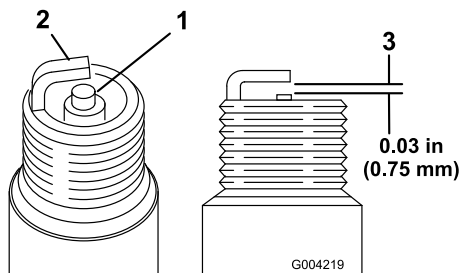

Figura 37
1. Controllare il centro delle candele (Figura 37). Se l'isolatore è marrone chiaro o grigio, il motore funziona correttamente. Una patina nera sull'isolatore significa in genere che il filtro dell'aria è sporco.
2. Controllare la distanza tra gli elettrodi centrale e laterale (Figura 37).
3. Se la distanza non è corretta, piegare l'elettrodo laterale (Figura 37).